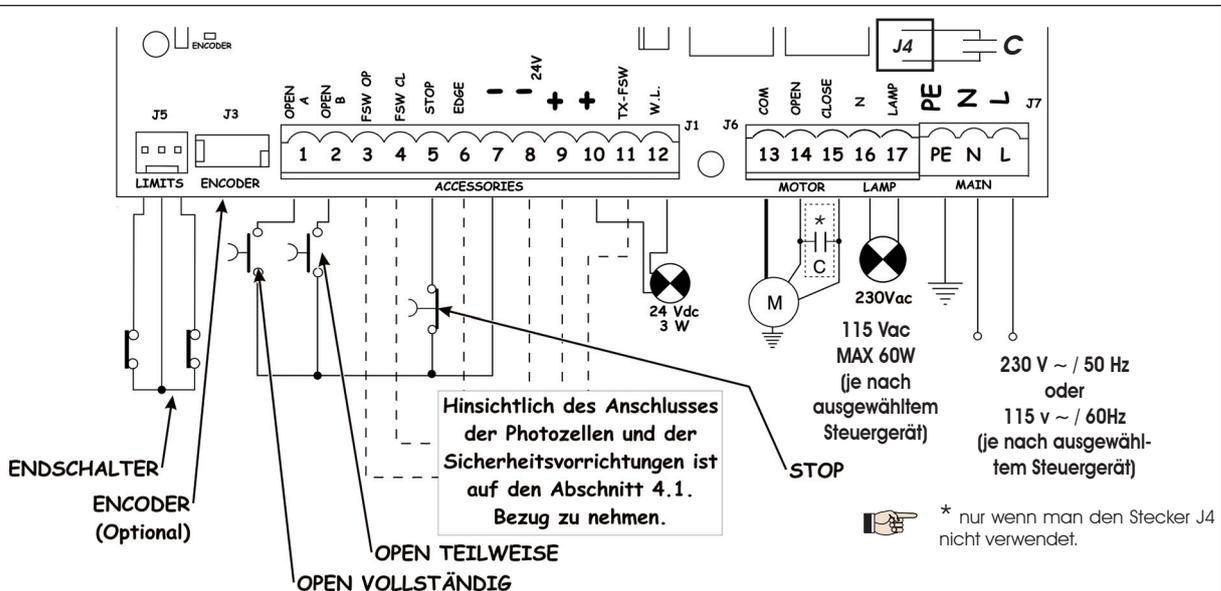

Abb. 2
4.2. Klemmenbrett J7 - Versorgung (Abb. 2)	Seite.44
4.3. Klemmenbrett J6 - Motoren und Blinkleuchte (Abb. 2)	Seite.44
4.4. Klemmenbrett J1 - Zusatzgeräte (Abb. 2)	Seite.44
4.6. Stecker J6 - Schnellanschluß Endschalter (Abb. 2)	Seite.45
4.7. Stecker J3 - Schnellanschluß Encoder (Abb. 2)	Seite.45
Das Erdungskabel ist an die entsprechende Klemme auf dem Stecker J7 des Geräts anzuschließen (siehe Abb. 2).
4.2. Klemmbrett J7 - Versorgung (Abb. 2)
4.3. Klemmbrett J6 - Motoren und Blinkleuchte (Abb. 2)
4.4. Klemmbrett J1 - Zusatzgeräte (Abb. 2)
4.6. Stecker J6 - Schnellanschluß Endschalter (Abb. 2)
Dieser Eingang dient dem Schnellanschluß der Endschalter im Öffnungs- und im Schließvorgang, die den Stopp des Flügels, den Beginn der Abbremsungen oder auch die Bremsung einleiten können (siehe detaillierte Programmierung Kap. 5.2.). Bei den Getriebemotoren, bei denen die Steuerzentrale eingebaut ist, ist dieser Anschluß bereits serienmäßig vorverkabelt (Abb. 2). Für die Öffnungsrichtung des Flügels siehe detaillierte Programmierung Kap. 5.2.
4.7. Stecker J3 - Schnellanschluß Encoder (Abb. 2)